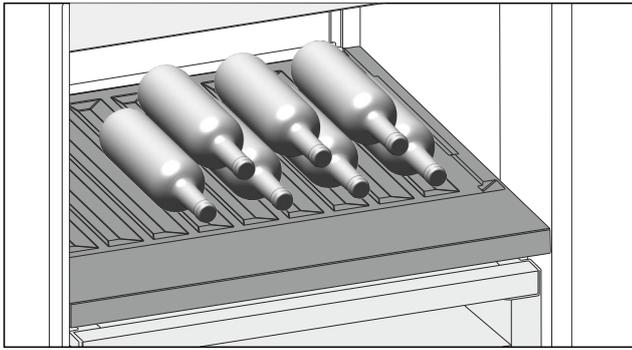

Fig. 125
- Placer les bouteilles avec le fond orienté vers la paroi arrière de l'appareil. (voir Fig. 125)